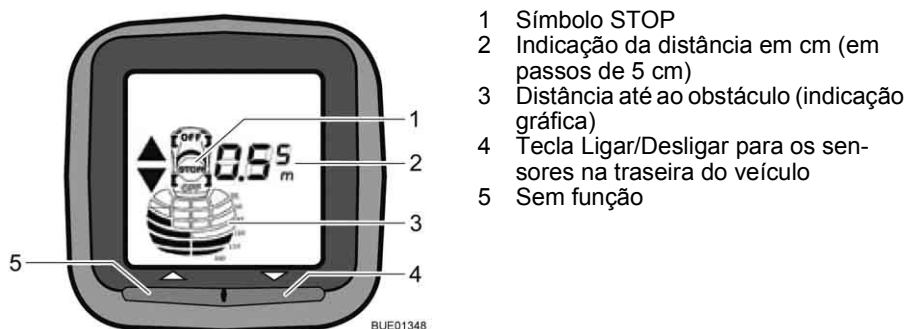

Fig. 16 Unidade indicadora Park Boy V
No habitáculo há uma unidade indicadora munida de um display (Fig. 16) que indica a distância até ao obstáculo. Simultaneamente, soa um sinal acústico de aviso.
- Premir a tecla Ligar/Desligar (Fig. 16,4). O display ilumina-se e nele aparece o símbolo indicador do veículo. O controlo de estacionamento à distância está pronto a fazer a medição.
- Premir a tecla Ligar/Desligar (Fig. 16,4). O controlo de estacionamento à distância pode ser desligado em qualquer altura, independentemente do método de ligação escolhido, premindo a tecla Ligar/Desligar.
O display (Fig. 16) mostra a distância em passos de 5 cm. Indicada é sempre a menor distância medida por um sensor.